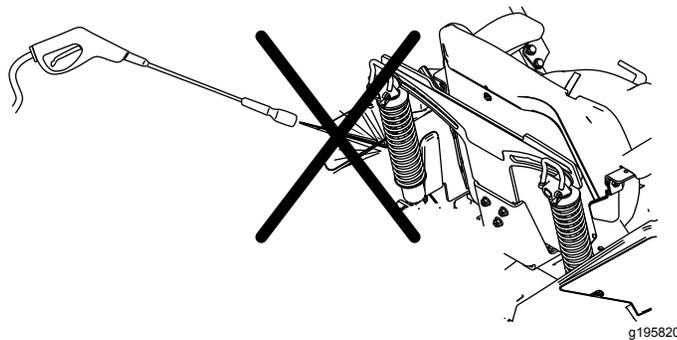

Figura 90
**Nota:** Non pulite i gruppi ammortizzatore con acqua sotto pressione (Figura 90).